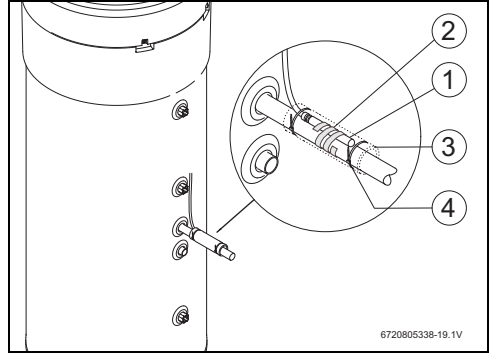

Fig. 12
- ▶ Posicionar el sensor de temperatura NTC del accesorio [1] tal como se lo visualiza en la imagen 12.